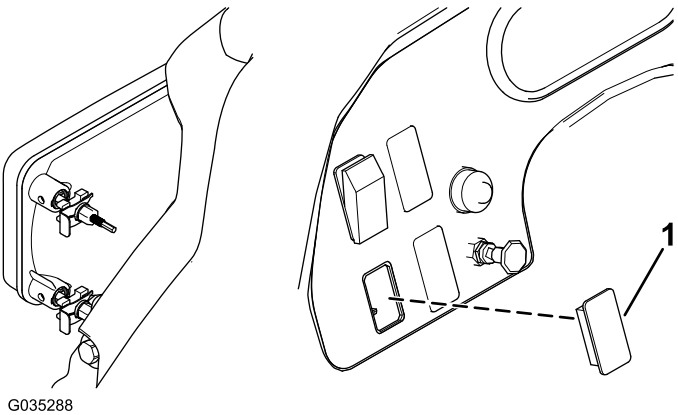

Figura 7
1. Retire a tampa de plástico existente do lado esquerdo do painel de instrumentos (Figura 7).